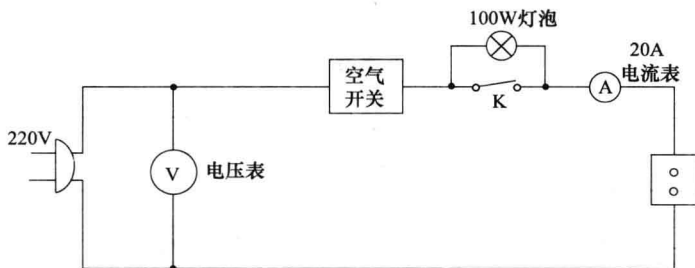

图 1-10 电磁炉维修工装的结构图
自制电磁炉维修工装，其结构图如图 1-10 所示，既可检测电磁炉的工作电压、工作电流，又可以防止检修电磁炉时进一步扩大故障。
(1) 选择材料
- ① 用胶木板或其他绝缘材料按图 1-10 制作。
- ② 开关选用 15A 漏电保护器（漏电流 15~30mA），或者 15~20A 双联空气开关。
- ③ 电流表选用量程为 0~15A 交流电流表，如 85L1 型号，用于检测输入电流的大小。
- ④ 电压表选用量程为 0~250V 交流电压表，如 85L1 型号，检测目前电压状况。
(2) 制作方法